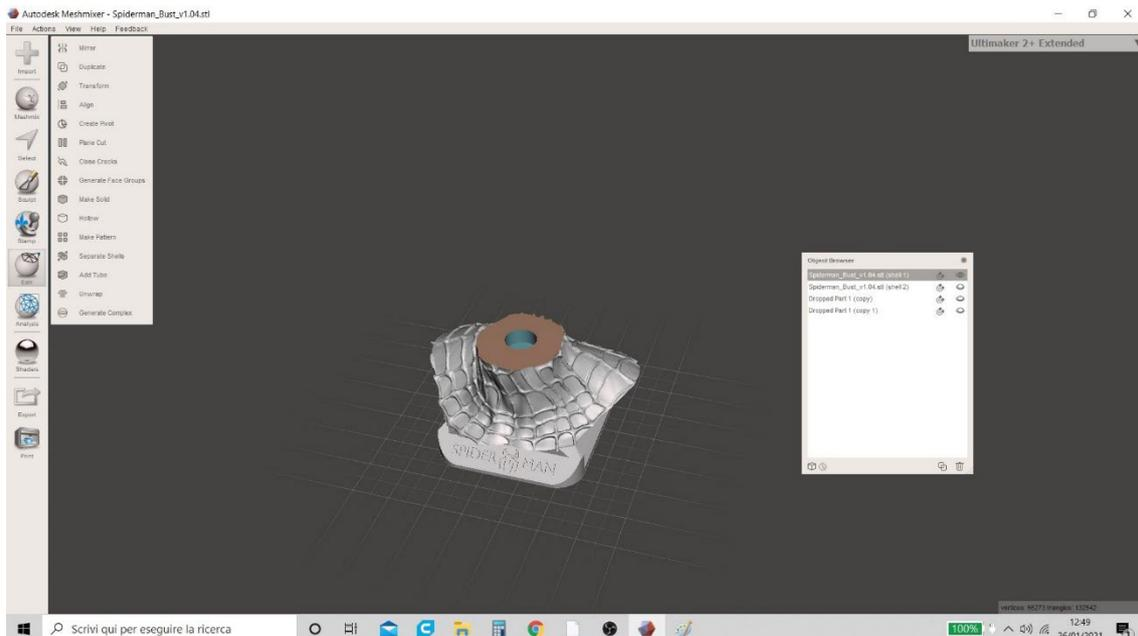

Figura 17 Meshmixer
10. El procedimiento para crear el orificio en el modelo "Shell 1" ha finalizado. En la tabla que resume los modelos en el área de trabajo, el usuario ahora ve 4 y ya no 5 (la función "Diferencia booleana" ha combinado las dos partes "Shell 1" y "Drop Part 1" creando un solo modelo - Figura 17 Meshmixer).